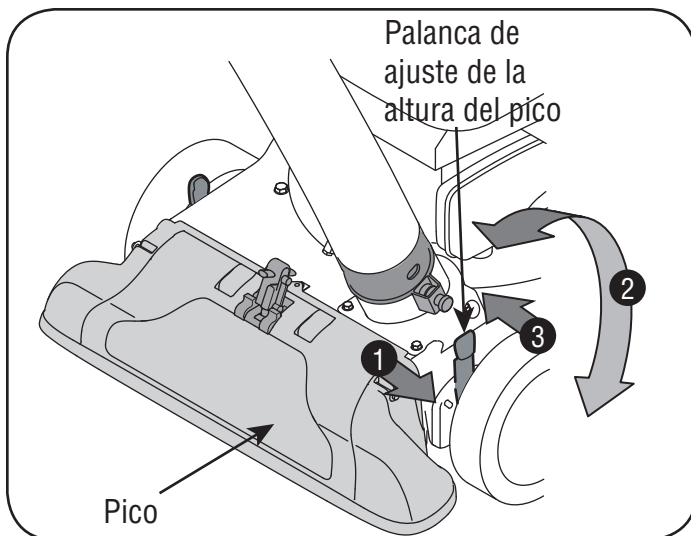

Figura 17
1. Oprima la palanca de ajuste de la altura del pico hacia la rueda. Vea la figura 17.